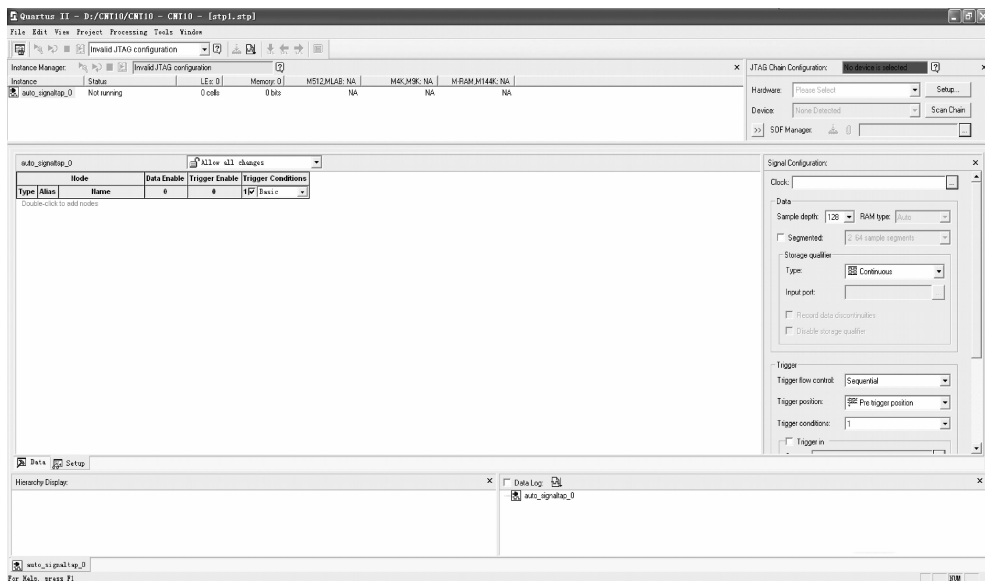

图 3-50 SignalTap II 编辑窗口
(1) 打开 SignalTap II 编辑窗口。选择主菜单 File→New 项,在 New 窗口中选择 Verification/Debugging Files 中的 SignalTap II File,单击 OK 按钮,即出现 SignalTap II 编辑窗口(如图 3-50 所示)。
(2) 调入待测信号。首先单击上排的 Instance 栏内的 auto\_signaltap\_0,更改此名,如 cnts,这是其中一组待测信号名。为了调入待测信号名,在 cnts 栏下的空白处双击,即弹出